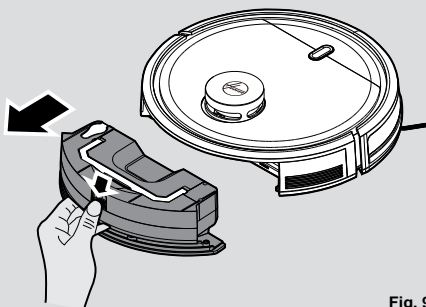

Fig. 9
1. Appuyez sur le bouton et retirez-le. [Fig. 9]
1. Après avoir passé l'aspirateur, retirez le réservoir d'eau et le réservoir poussière. Appuyez sur le bouton et retirez-le. [Fig. 9]